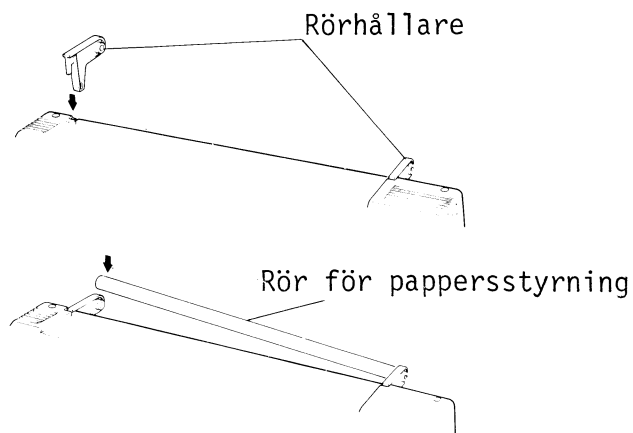

Fig. 3.6 Montering av hållare och rör för pappersstyrning
- 1) Montera två hållare samt ett rör för pappersstyrning enligt fig 3.6.